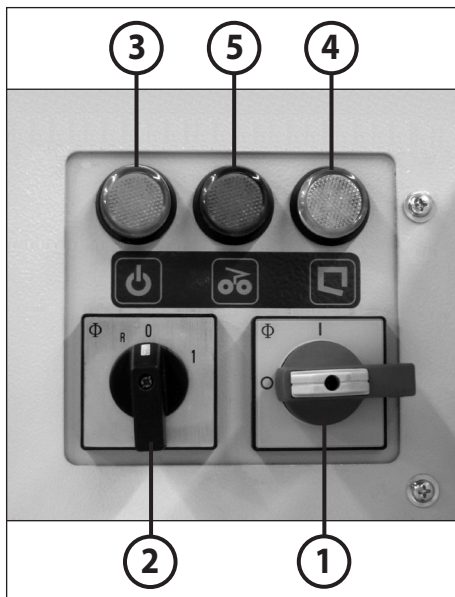

fig. 11
Veillez à ce que la machine soit mise hors circuit la nuit (interrupteur principal (1) (fig. 11) à savoir position „0“).